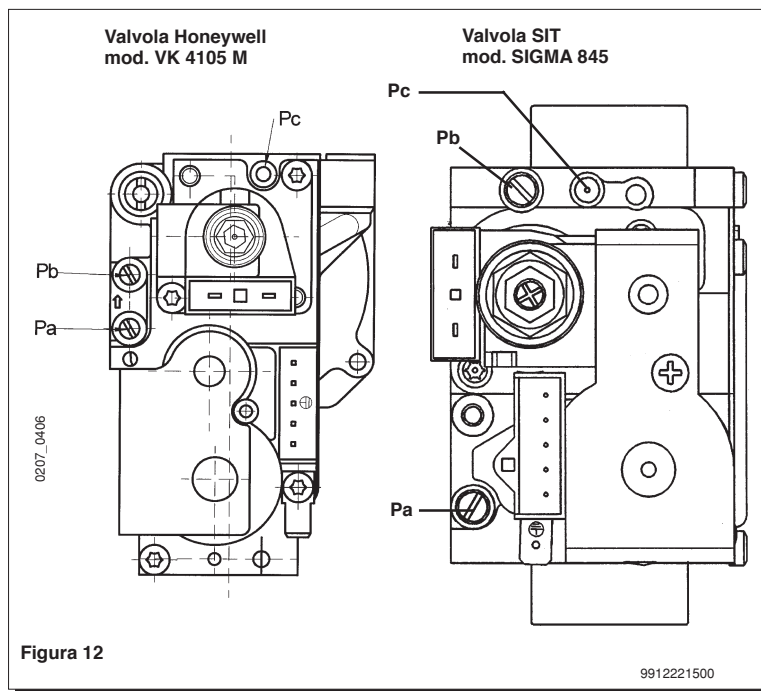

Figura 12
Le modalità di taratura del regolatore di pressione sono leggermente differenti a seconda del tipo di valvola del gas utilizzata (HONEYWELL o SIT vedi figura 12).
- collegare la presa di pressione positiva di un manometro differenziale, possibilmente ad acqua, alla presa di pressione (Pb) della valvola del gas (figura 12). Collegare, solo per i modelli a camera stagna, la presa negativa dello stesso manometro ad un apposito "T" che permetta di collegare insieme la presa di compensazione della caldaia, la presa di compensazione della valvola del gas (Pc) ed il manometro stesso. (Una pari misura può essere effettuata collegando il manometro alla presa di pressione (Pb) e senza il pannello frontale della camera stagna);
Las modalidades de calibrado del regulador de presión difieren ligeramente según el tipo de válvula del gas utilizada (HONEYWELL o Sit, véase figura 12).
- conectar la toma de presión positiva de un manómetro diferencial, posiblemente de agua, a la toma de presión (Pb) de la válvula del gas (figura 12). Conectar, sólo para los modelos a cámara estanca, la toma negativa del mismo manómetro a un especial "T" que consienta conectar entre ellos la toma de compensación de la caldera, la toma de compensación de la válvula del gas (Pc) y el manómetro mismo. (Se puede efectuar una medición equivalente conectando el manómetro a la toma de presión (Pb) y sin el panel frontal de la cámara estanca);
- verificare che la pressione dinamica di alimentazione della caldaia, misurata alla presa di pressione (Pa) della valvola del gas (figura 12 pagina 16) sia quella corretta (30 mbar per il gas butano, 37 mbar per il gas propano o 20 mbar per il gas naturale).
- controlar que la presión dinámica de alimentación de la caldera, medida en la toma de presión (Pa) de la válvula del gas (figura 12 en página 16), sea correcta (28 mbar para el gas butano, 37 mbar para el gas propano o 20 mbar para el gas natural).